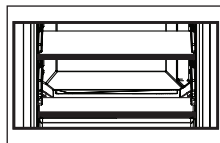

Fig. 6
- Extraiga las parrillas hacia el exterior deslizándolas. Puede cambiar la posición de la parrilla dependiendo del tamaño de los recipientes que vaya a usar. Ver Fig.6.